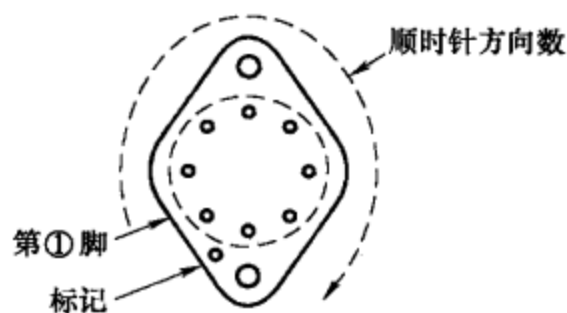

图 7-14
菱形金属壳封装集成电路的引脚如图 7-14 所示，依据其引脚排列的不均匀性进行定位。识别时将集成电路引脚朝上，从定位标记开始按顺时针方向依次为①、②、③……脚。